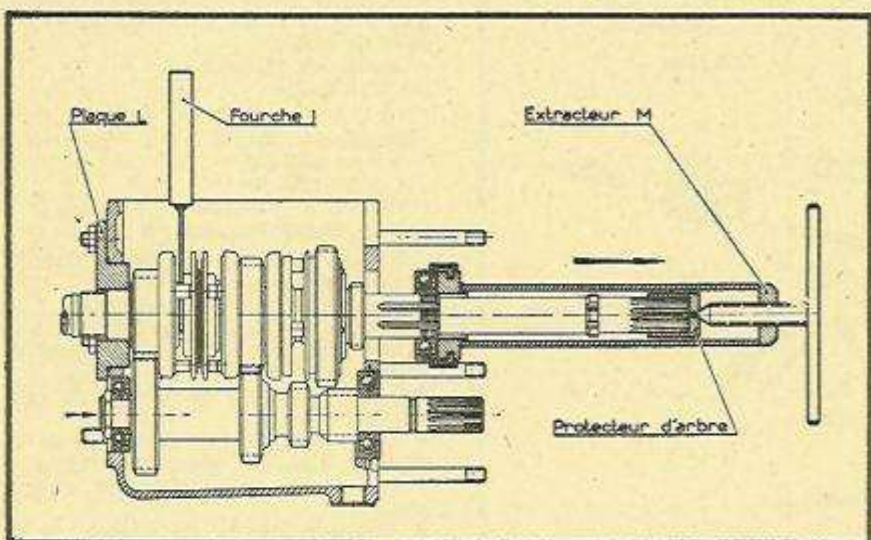

Fig. 72. — Extraction du roulement de l'arbre récepteur.
• Placer le protecteur en bout d'arbre récepteur et extraire le roulement au moyen de l'extracteur spécial M (fig. 72).